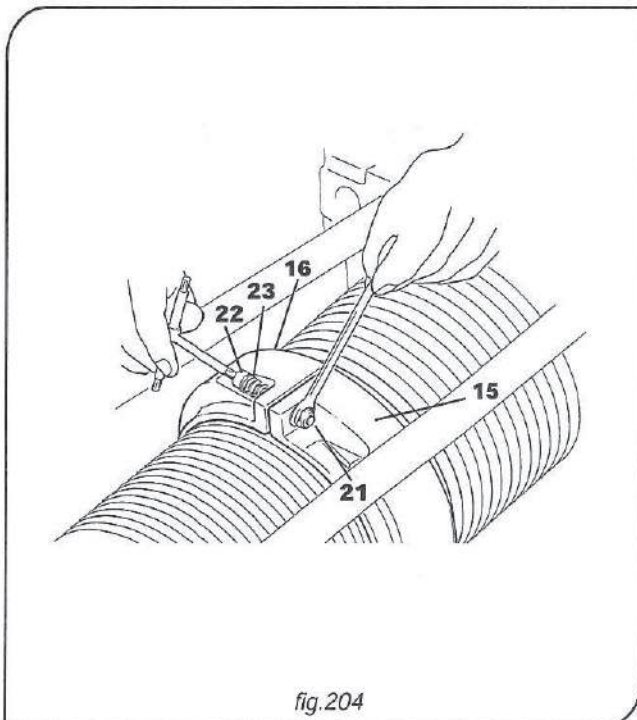

fig.204
7. Cercar las dos semi-abrazaderas -15- y -16- al tambor, insertar los tornillos -22- y los resortes -23- y ajustar las tuercas autoblocantes -21- hasta precargar los resortes -23-, teniendo cuidado de no ajustar a paquete y de mantener así, elástico el entero sistema de guíaabrazadera ajustacuerda (fig. 204).
8. Acercar la semi-abrazadera a lado opuesto de la salida de la cuerda -15- al tambor y hacerla encajar con la semi-abrazadera del lado de salida de la cuerda -16- , insertar los tornillos -22- y los resortes -23-, teniendo cuidado de no ajustar a paquete y de mantener así, elástico el entero sistema de guía abrazadera ajustacuerda (fig. 204).